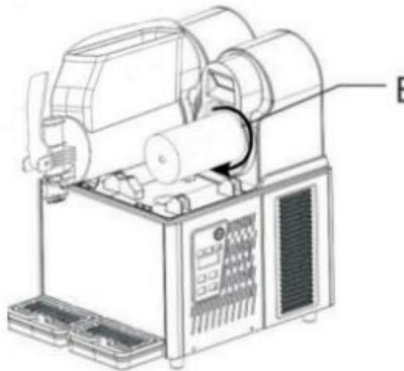

Abb.14
Dichtung (B) einbauen, die gesamte Oberfläche mit Fett einfetten (siehe Pfeil Markierungen siehe Abb.14